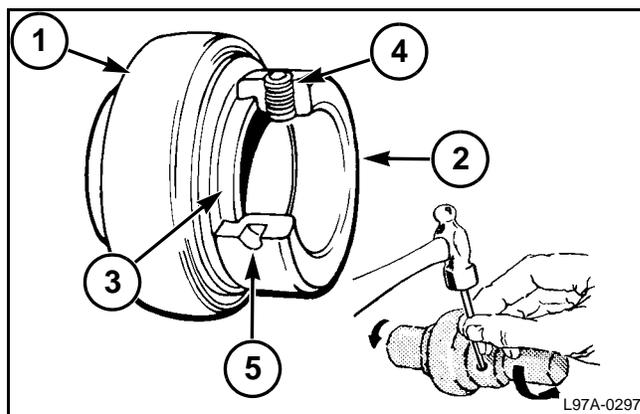

FIG. 126
FIG. 126: Los cojinetes de bolas sellados se usan en diferentes ejes y se mantienen en posición con bridas de cojinete. El cojinete (1) se mantiene en posición mediante un collar de traba (2). El collar de traba tiene un abocardado excéntrico. Este abocardado se conecta al extremo excéntrico de la pista interior del cojinete (3) cuando se arma el cojinete. El collar de traba se gira en el cojinete para trabar el conjunto en el eje. El conjunto sujeta el eje firmemente mediante una acción de traba positiva que aumenta con el uso. Un tornillo de ajuste (4) en el collar de traba aplica presión de traba adicional.
2. Inserte un punzón en el orificio del pasador (5) para girar y aflojar el collar de traba. Gire el collar de traba en la dirección opuesta a la rotación del eje. Quite el collar de traba.